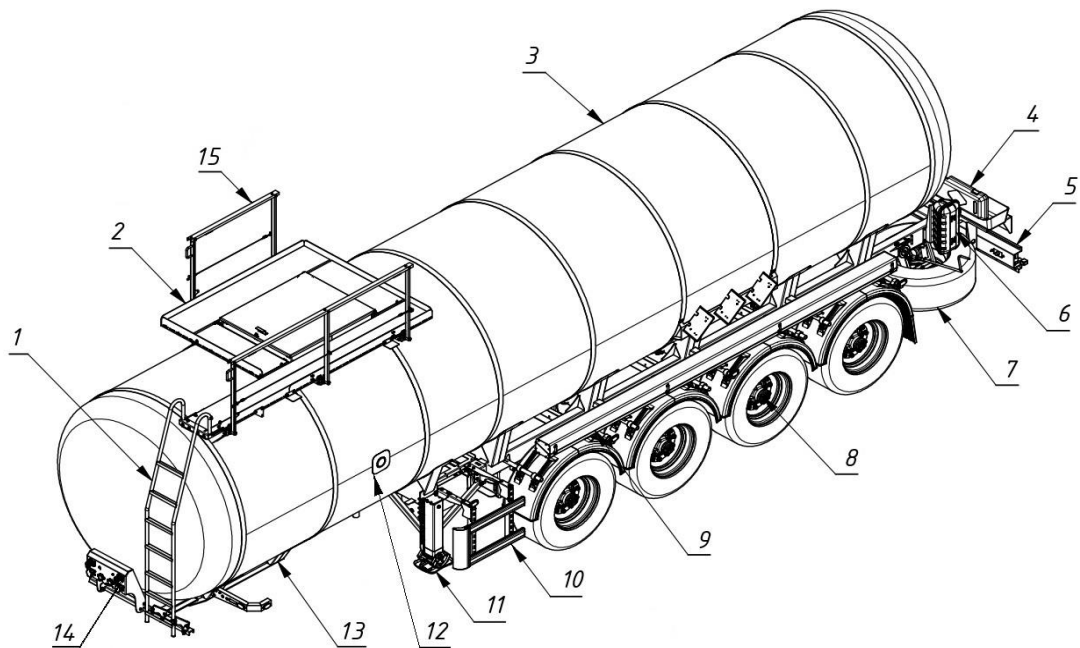

Рис. 2.3 - общий вид полуприцепа типа 928111 модификации 928111-02, 928111-03
- тип 928111 модификации 928111-02, 928111-03 рис. 2.3, 2.4, 2.5